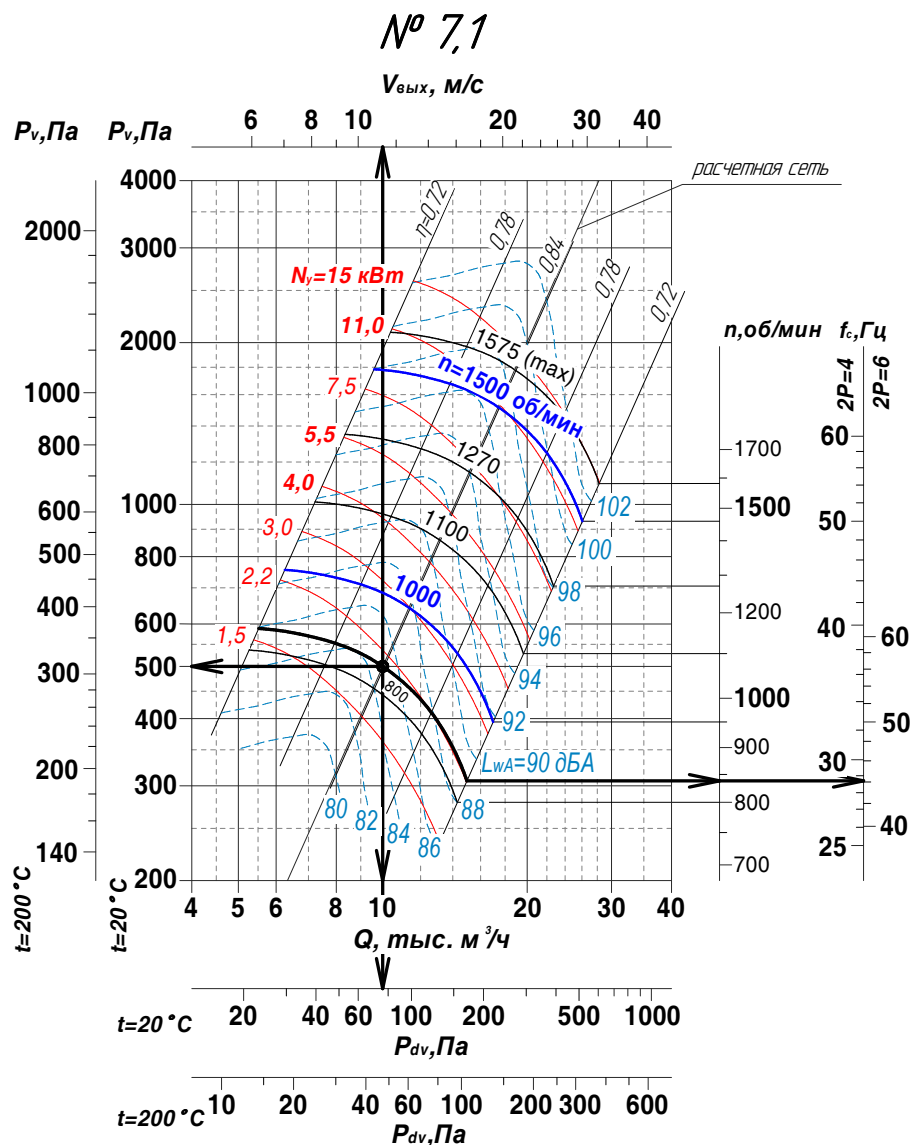

Рис.32 – Аэродинамическая характеристика BP 85-77-7,1
- 2) на графиках индивидуальных характеристик (рис.32) проводим через рабочую точку линию аэродинамической характеристики расчетной сети, параллельно линиям КПД. Определяем из графика, что на вентиляторе BP 85-77-7,1 (рис.32) данная сеть пересекает характеристику вентилятора при $\eta = 0,84$. На других вентиляторах: BP 85-77-6,3 – при $\eta = 0,8$, BP 85-77-8 - при $\eta = 0,81$, BP 280-46-6,3 - при $\eta = 0,72$. Как видно, в данной сети с наибольшим КПД и минимумом потребляемой энергии будет работать вентилятор BP 85-77-7,1;